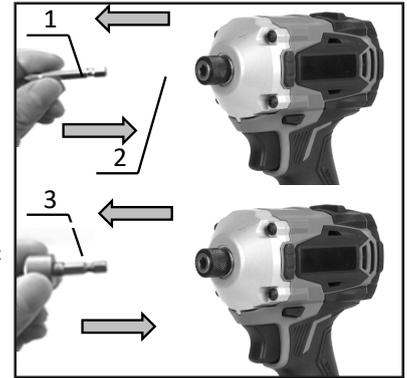

Fig. 9
- Pour installer l'embout ou la douille, tirez la douille dans le sens de la flèche et insérez l'embout ou la douille dans la douille jusqu'à la butée. Relâchez ensuite la douille pour fixer l'embout d'entraînement. (Fig. 9)